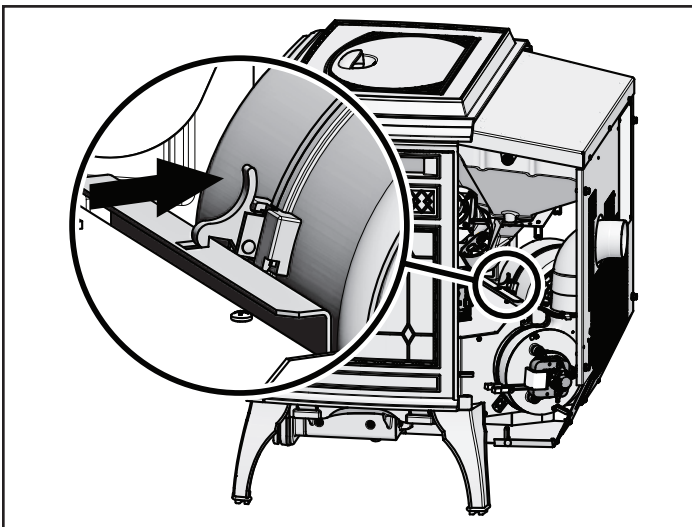

Figure 25.1
2. Retirez le panneau gauche en desserrant les deux vis, grâce à une clé ou à un tournevis à tête cruciforme (**Figure 25.1**).
5. Passez votre main derrière le ventilateur et dégagez le loquet en poussant le haut du loquet vers le ventilateur (**Figure 25.1**).
8. Lorsque le ventilateur est bien placé, le loquet s'emboîtera dans l'encoche pour maintenir le ventilateur en place (**Figure 25.1**).